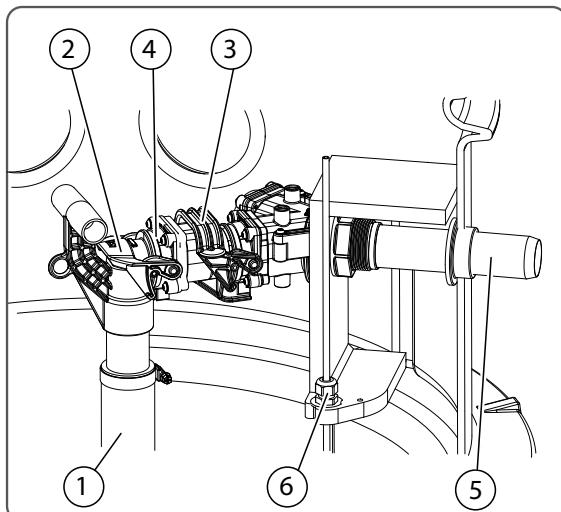

Abb. 17
**Empfehlung:** Wenn die Rückschlagklappe gewartet wird, Pumpe komplett mit Klappe ausbauen, dadurch Entleerung der Druckleitung problemlos möglich. Bei Wartung der Pumpe nur roten Schnellverschluss öffnen, dadurch entleert sich die Druckleitung nicht. Bei Wartung der Pumpe mit Rückschlagklappe ist nur der schwarze Schnellverschluss zu öffnen (Abb. 17)